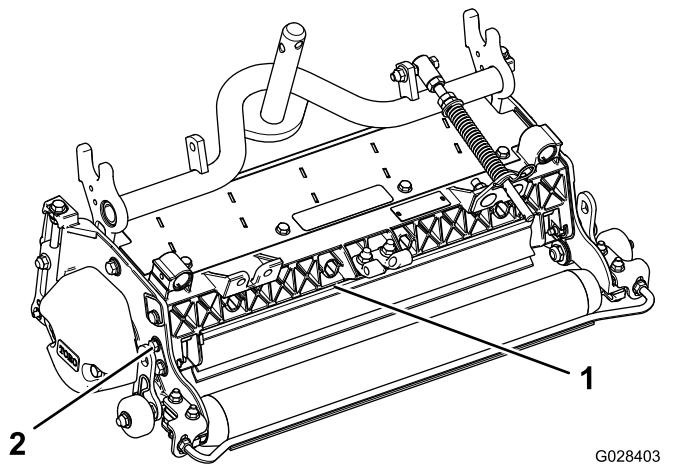

図 11
1. グラスシールドのピボットについているボルトをゆるめる図 11。
2. グラスシールドを希望する高さに調節し、ボルトを締める図 11。